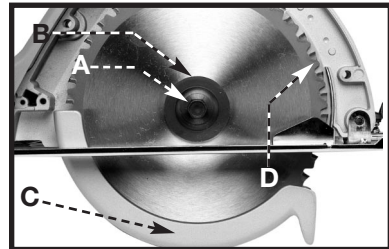

Fig. 9
2. Nettoyez le flasque interne, rétractez le capot télescopique et placez la nouvelle lame sur l'arbre en vous assurant que les dents sont dirigées comme indiqué à la Fig. 9. NOTE - Lames d'utilisation qui ont un axe 20mm, et qui sont évaluées pour 4200 t/mn ou plus haut.
- Placez le flasque externe (B) Fig. 9 sur l'arbre avec le flanc dirigé vers la lame et les plats alignés sur les méplats de l'arbre.
Le protecteur télescopique (A) Fig. 9 est un dispositif de sécurité important pour votre protection. Chaque fois que vous utilisez la scie, assurez-vous que le protecteur télescopique tourne librement et revient entièrement et rapidement à sa position de fermeture. Au moins une fois par mois, nettoyez le bras de scie, le brai, etc. accumulés dans la zone autour du pivot (B) du protecteur télescopique. **NE LUBRIFIEZ PAS CETTE ZONE.** Le pivot est recouvert d'un film de lubrifiant sec et n'a pas besoin d'être huilé. Ne bloquez ou calez **JAMAIS** le protecteur télescopique en position d'ouverture.